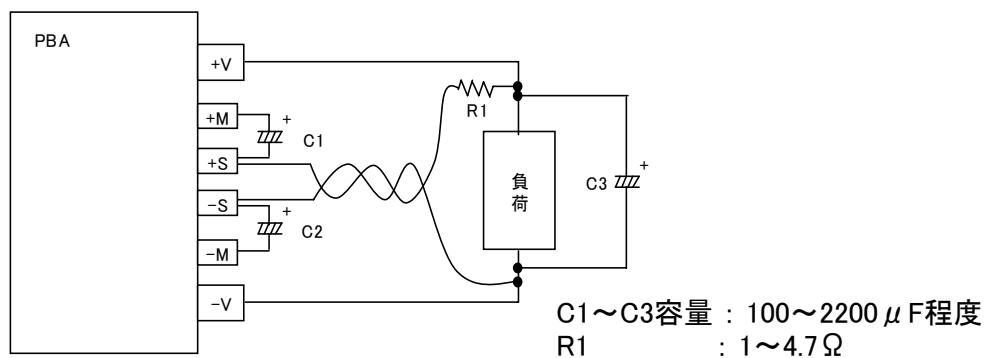

図5.4.1 出力電圧発振対策接続例
- ① マイナス側リモートセンシングを外し、-Sと-Mを短絡する
- ② 図5.4.1のように、コンデンサや抵抗を接続する